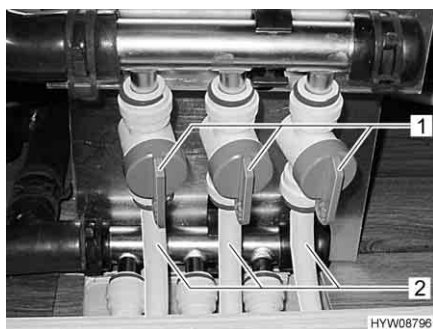

Fig. 130 Valvole di mandata (riscaldamento a pavimento)
- ▷ La potenza del riscaldamento viene regolata tramite le valvole di mandata (Fig. 130,1).
- Regolare la maniglia sulla valvola di mandata (Fig. 130,1) della linea desiderata (Fig. 130,2) in posizione parallela rispetto alla tubatura del riscaldamento. Questa linea del riscaldamento a pavimento lavora così alla massima potenza.
- Regolare la maniglia sulla valvola di mandata (Fig. 130,1) della linea desiderata (Fig. 130,2) in una posizione qualsiasi. In questo modo la potenza del riscaldamento di questa linea può essere regolata in modo continuo.
- Regolare la maniglia sulla valvola di mandata (Fig. 130,1) della linea desiderata (Fig. 130,2) in posizione trasversale rispetto alla tubatura del riscaldamento. Questa linea del riscaldamento a pavimento ora è disinserita.